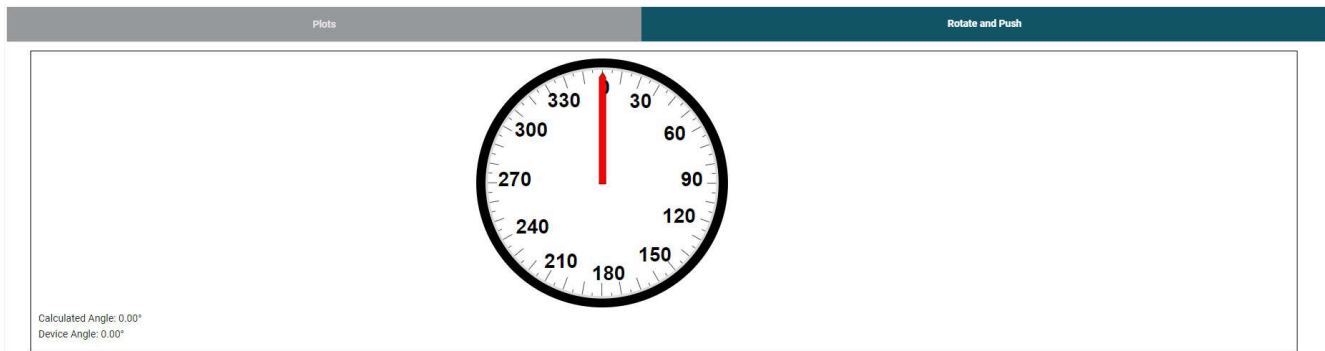

图 4-11. 旋推 GUI 页面
3. 转到“Plots”页面中的 `Rotate & Push` 选项卡（请参阅图 4-11）。